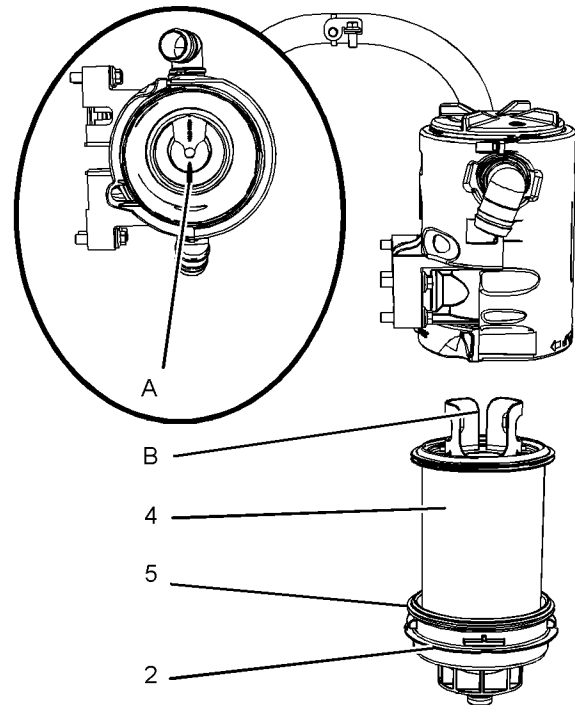

Abbildung 93
3. Die Ausrichtung des Filterelements notieren. Das Filterelement (4) von der unteren Kappe (2) abnehmen. Die Dichtung (5) entfernen.
4. Eine neue Dichtung (5) einbauen. Einen neuen Filter in den unteren Deckel (2) einbauen.
5. Ausrichten von Position (A) am oberen Deckel mit Position (B) am Filterelement. Siehe Abbildung 93.